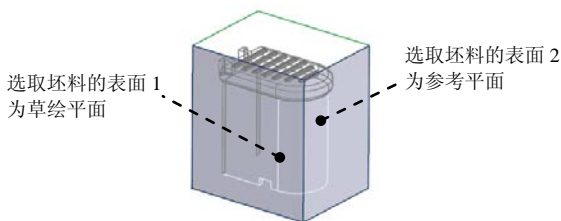
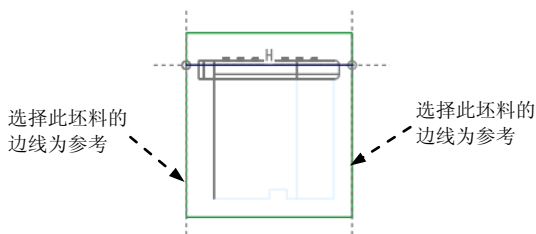
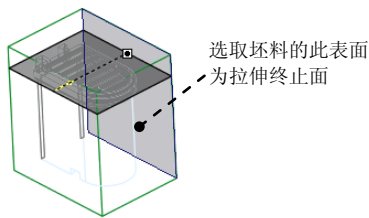

图 9.14 定义草绘平面
图 9.15 截面草图
图 9.16 选取拉伸终止面
(2) 单击 **分型面** 功能选项卡 **形状** 区域中的 **拉伸** 按钮，此时系统弹出“拉伸”操控板。
(3) 定义草绘截面放置属性。右击，从系统弹出的快捷菜单中选择 **定义内部草绘...** 命令；在系统 **选择一个平面或曲面以定义草绘平面** 的提示下，选取图 9.14 所示的坯料表面 1 为草绘平面，接受默认的箭头方向为草绘视图方向，然后选取图 9.14 所示的坯料表面 2 为参考平面，方向为 **右**。然后单击 **草绘** 按钮。
(4) 截面草图。
① 选取图 9.15 所示的坯料的边线和 **DTM2** 为参考。
② 单击工具栏中的“基准显示过滤器”按钮，在系统弹出的菜单中取消选中
③ 绘制图 9.15 所示的截面草图（截面草图为一条线段）；完成截面的绘制后，单击“草绘”操控板中的“确定”按钮 。
(5) 设置深度选项。
① 在操控板中选取深度类型 （到选定的）。
② 将模型调整到图 9.16 所示的视图方位，选取图中所示的坯料表面为拉伸终止面。